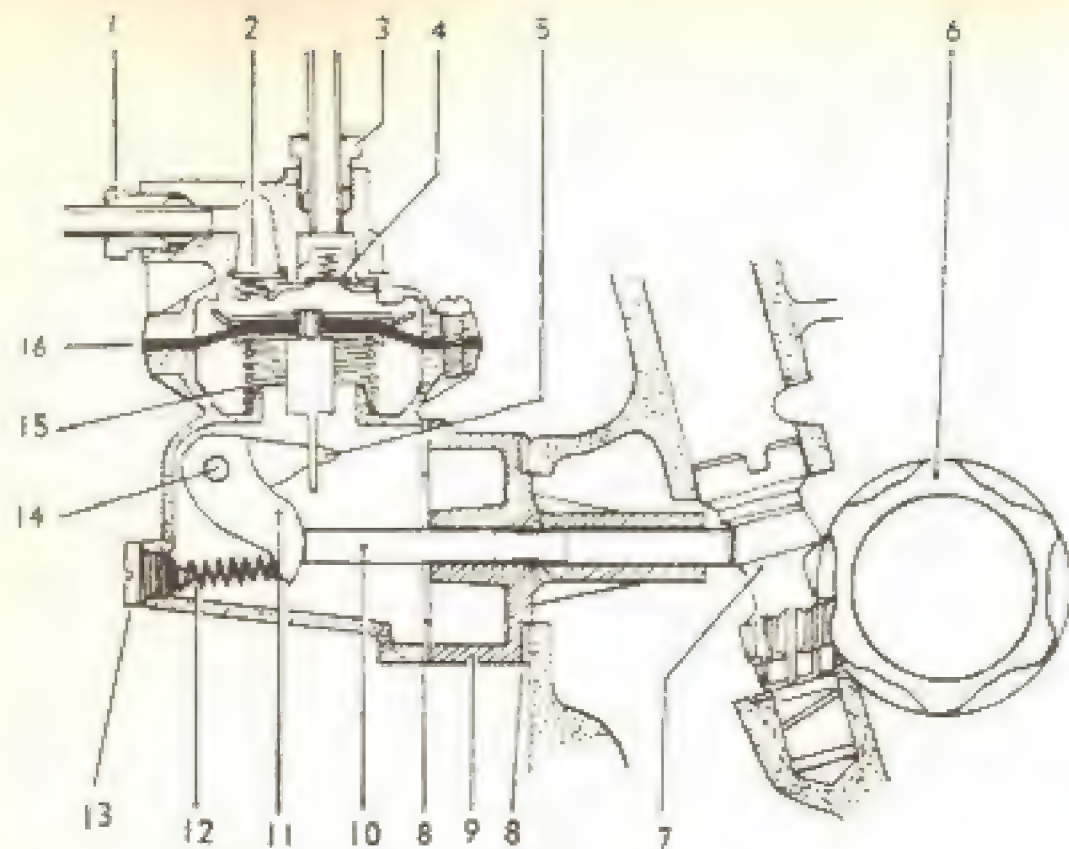

Fig. 2-E — Corte da bomba de gasolina. (Motor "1200" — 36 HP)
**Bomba de gasolina.** — A bomba de gasolina aspira a gasolina do tanque e a envia ao carburador através de duas canalizações. É do tipo de diafragma, de acionamento mecânico e se situa na parte traseira do motor, em local bem acessível e ventilado, a fim de evitar o "engasgo" no tempo de calor, tão comum nos climas quentes. É fixa a carcaça por dois estôjos com porcas e acionada por um excêntrico da árvore de comando, como se vê nas figs. 2, 5 e 6-E. A haste de comando atua sobre o balancim e se abriga dentro de um bloco de fibra, (9, fig. 2-E) que desempenha também o papel de flange intermediário.
**Funcionamento — Motor "1 200", 36 HP, até 1966** — Como se pode deduzir pela observação da fig. 2-E, a árvore de comando, ao girar, imprime a haste de comando da bomba um movimento de vai-e-vem: quando a haste é forçada pelo excêntrico, vai a frente e empurra o